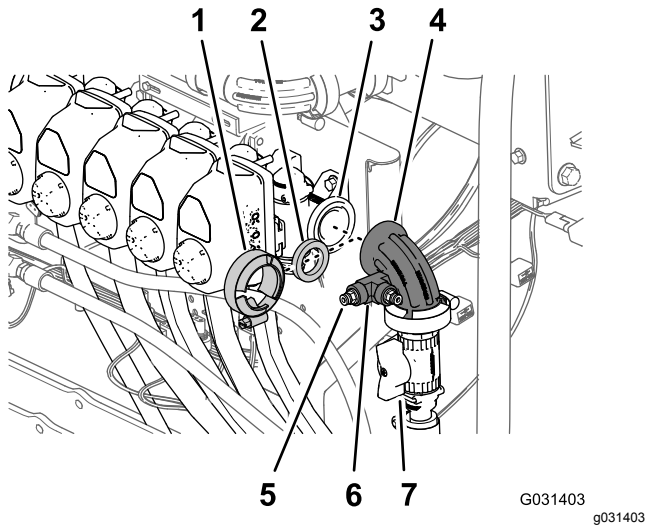

Figura 185
1. Alinhe a junta e o cotovelo a 90° para o cilindro de tubagem com a flange da válvula do bico 10 (Figura 185).
2. Prenda o cotovelo e a junta à válvula com o grampo flangeado e aperte o grampo à mão (Figura 185).
3. Aplique um revestimento de fita de PTFE vedante de roscas nos roscados do acoplador do tubo e instale o acoplador do tubo na união em T, como se mostra na Figura 185.